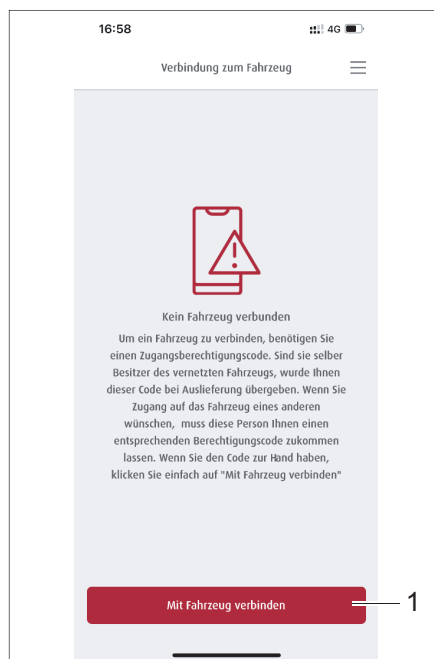
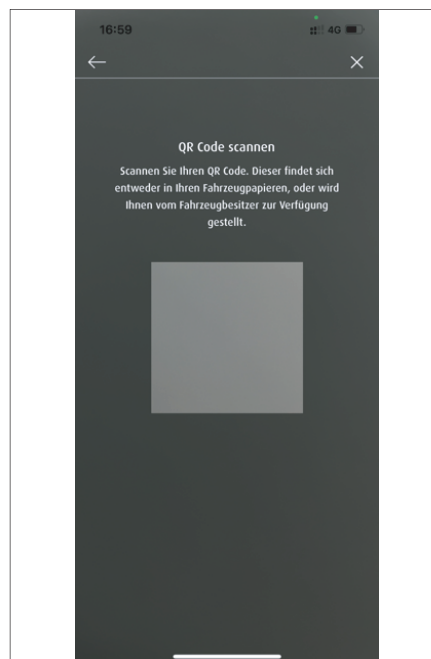

Fig. 296 Conexión al vehículo
Fig. 297 Escanear código QR
- Tocar en la opción *Registro* (Fig. 295,1). Aparece el campo de menú Conexión al vehículo (Fig. 296). Si ya hay vehículos conectados, se mostrarán aquí.
- Presione la opción *Conectarse al vehículo* (Fig. 296,1). Aparece el campo de menú Escanear código QR (Fig. 297).